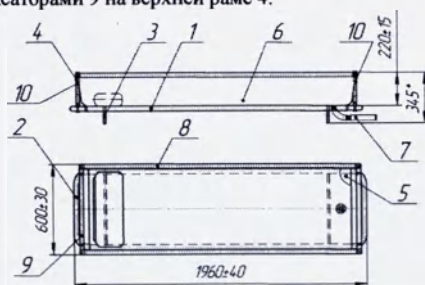

Рисунок 2. Носилки-ванна НВ-ММ
4.6. Рама носилок-ванны НВ-ММ (см. рисунок 2) изготовлена из брусьев 1 из алюминиевого сплава и ручек 2 из стальных труб с покрытием из трубки ПВХ. На брусьях 1 закреплены: жесткая панель 5 из нержавеющей или стального оцинкованного листа; четыре стальных опоры 3 для установки носилок на поверхность; четыре стальных опоры 4 для крепления и формирования ванны из полотна 6 из материала тентового с поливинилхлоридным покрытием. Корпус ванны формируется брусьями 8 и 9 из алюминиевого сплава, размещенными в карманах по периметру полотна 6. Брусья 9 установлены и закреплены на опорах 4. Брусья 8 фиксируются на брусьях 9 через штырьковое соединение. Окончательное формирование и фиксация корпуса ванны осуществляется застежками текстильными 10 под брусьями 9. Удаление воды из ванны производится через слив с сифоном 7. Все металлические детали носилок-ванны НВ-ММ имеют полимерное порошковое покрытие.
- распаковать изделие, произвести внешний осмотр поверхностей, проверить работу колесных опор и тормозов, механизмов трансформации верхней части рамы, носилки-ванну проверить на формирование ванны снятием и установкой боковых продольных брусьев 8 (см. рисунок 2).
5.4. Для размещения пациента в носилках-ванне (см. рисунок 2): растегнуть застежки текстильные 10 и снять продольный брус 8 с необходимой боковой стороны, разместить пациента, установить брус 8 через штырьковое соединение на брусья 9 и зафиксировать полотно ванны застежками текстильными 10.